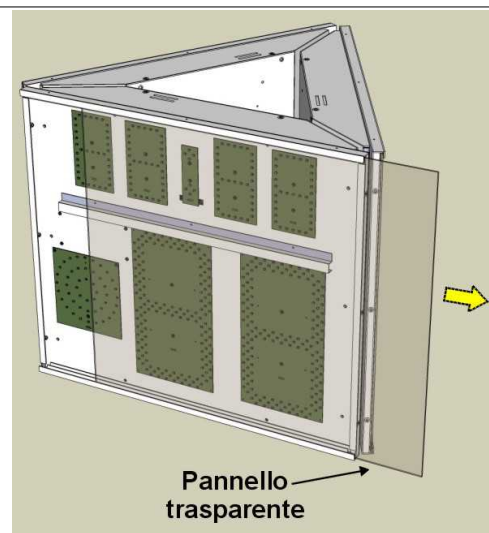

Fig. 16: Estrazione del pannello frontale
3. Estrarre il pannello frontale trasparente (Fig. 16).